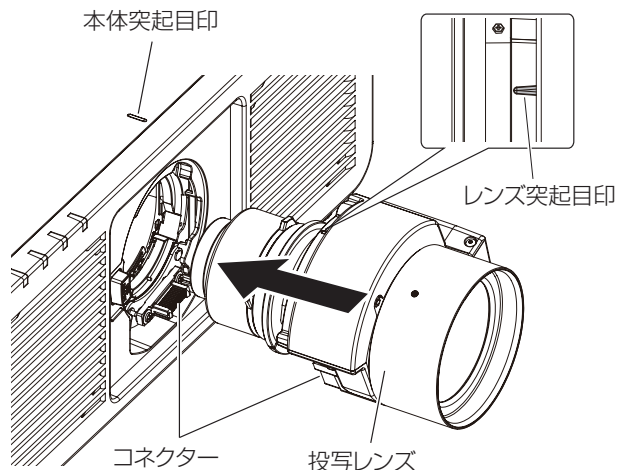

図2
2) 投写レンズの突起目印を、本体の突起目印に合わせて差し込む（図 2）